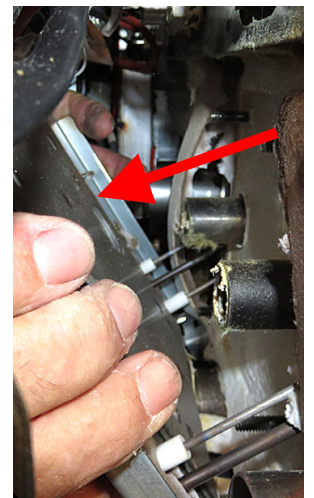

図 34
39. 内側の断熱燃焼カバーパネルを慎重に取り外します(図34を参照)。